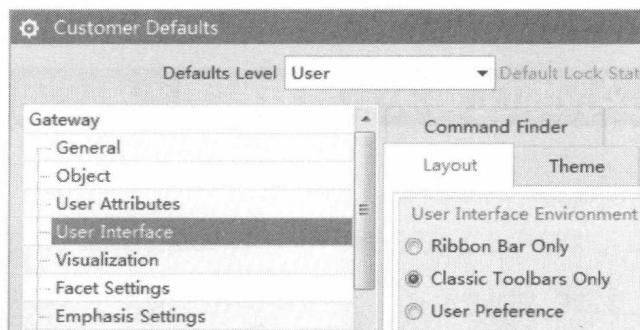

图0-5 设置界面布局为经典模式
(1) 选择【文件】→【实用工具】→【Customer Defaults（用户默认设置）】，在展开的对话框中，单击Gateway（基本环境）选项，选择User Interface（用户界面）；在Layout（布局）选项卡中选择Classic Toolbars Only（仅经典工具条）单选按钮，如图0-5所示。单击确定并重启NX后，界面将改变为经典模式。